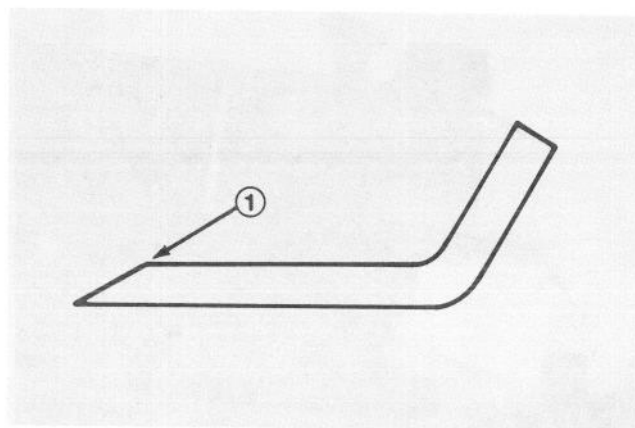

Figure 36
5. A l'aide d'une lime, aiguisiez le taillant aux deux extrémités de la lame (Fig. 36).
AVIS IMPORTANT: Aiguisiez le côté supérieur de la lame et maintenez l'angle de coupe d'origine pour assurer un taillant bien tranchant (Fig. 36). La lame restera équilibrée si vous enlevez la même quantité de métal aux deux extrémités de la lame.